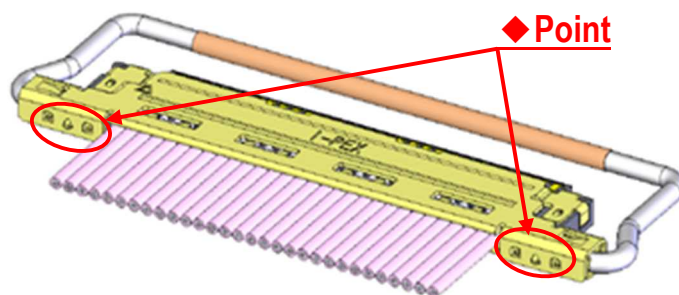

Fig.10 Soldering of SHELL-A and SHELL-B
④ SHELL-A と SHELL-B を半田コテにて全箇所半田付けすることを推奨する。 (Fig.10 ◆部)